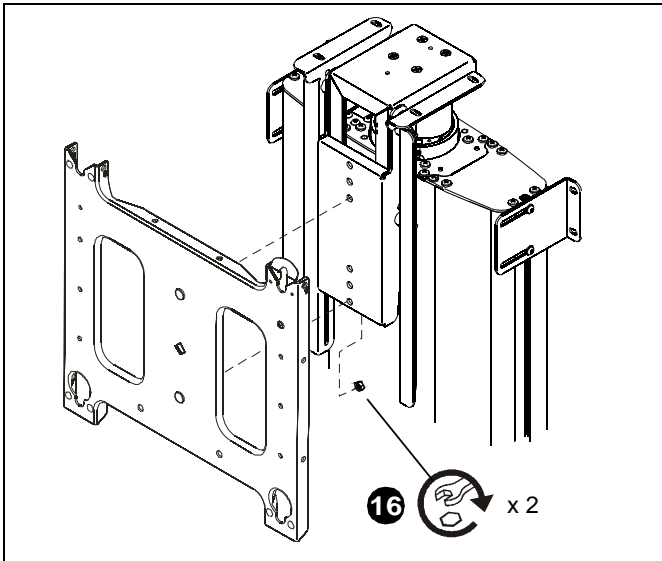

Figura 7
16. Fije la placa frontal a su soporte de sujeción con dos tuercas de seguridad. (Consulte la Figura 7)